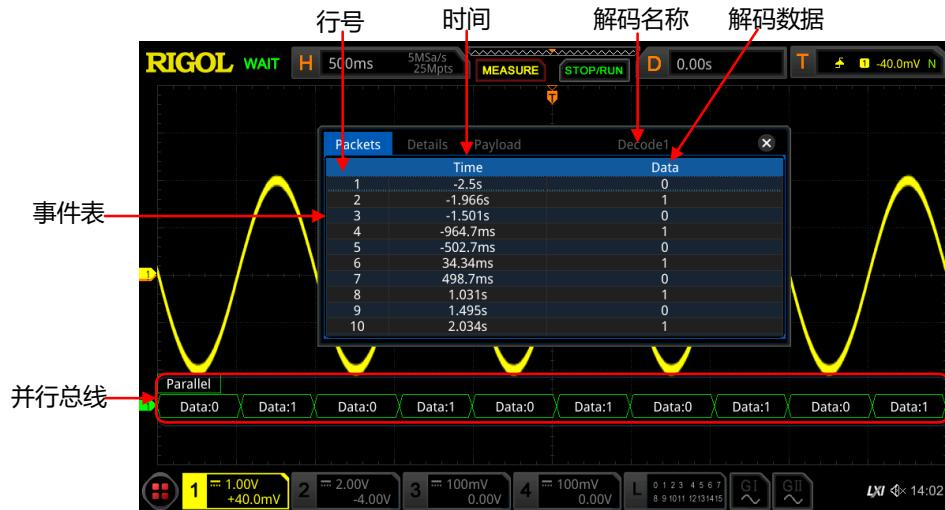

图 15.2 并行解码事件表
- 打开或关闭事件表：连续按 **事件表** 键，打开或关闭事件表显示。打开事件表，屏幕弹出如下图 15.2 所示的事件表。您也可以用触摸屏功能触摸事件表右上方的图标